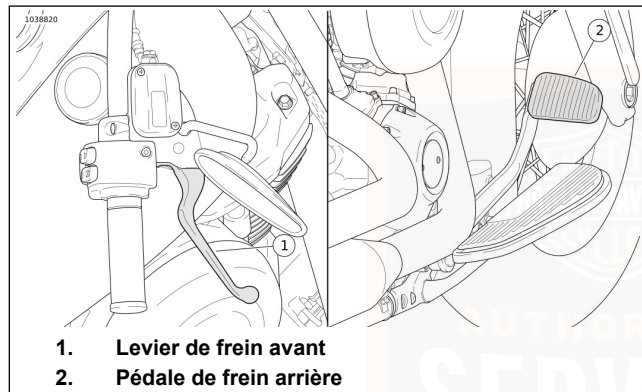

Figure 31. Commandes de freinage
Voir Figure 31 . Le levier de guidon de frein avant (1) commande le frein de la roue avant. Le levier de frein se trouve sur la droite du guidon. Actionner le levier de guidon avec les doigts de la main droite.
Voir Figure 31 . La pédale de frein arrière (2) commande le frein de la roue arrière. La pédale de frein est située sur le côté droit. Actionner la pédale de frein arrière avec le pied droit.